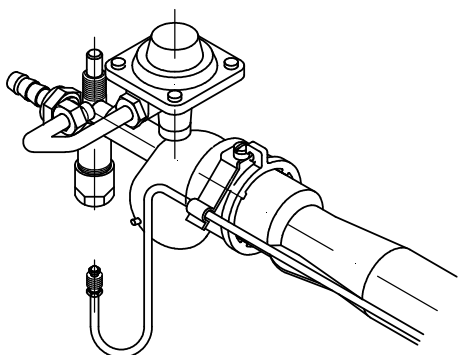

Fig. 19
3. Comprobar que el contacto de la bobina con el termopar está limpio. (Fig. 19)
3. Check that the contact of the coil with the thermocouple is clean (Fig. 19).
3. S'assurer que le contact de la bobine et du thermocouple est propre (Fig. 19).